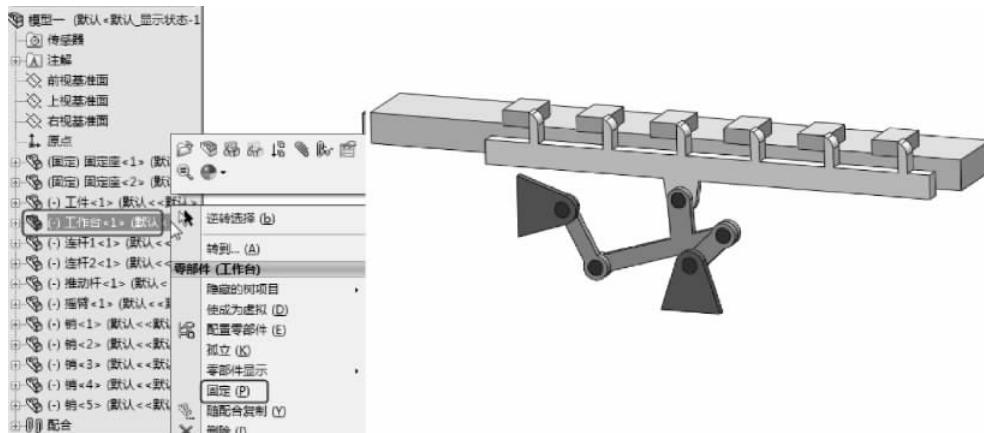

图 3-240 固定零部件
(29) 调整工作台和连杆之间的位置，在装配体设计树中右击【工作台】，在快捷菜单中选择【固定】命令，如图 3-240 所示。